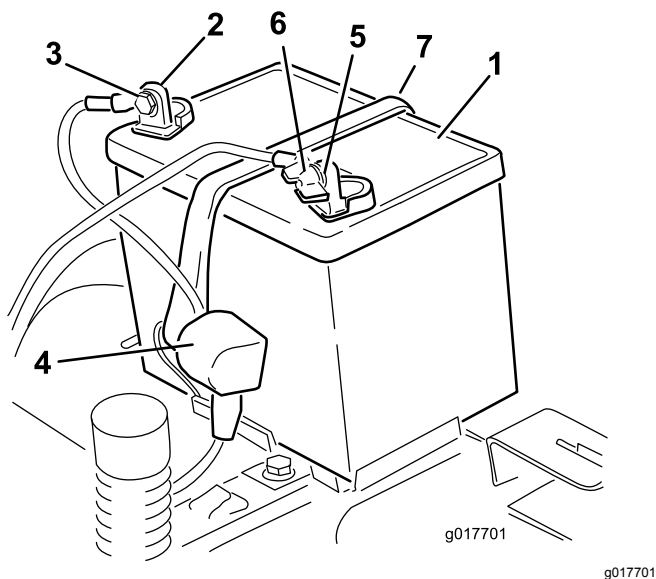

Figura 39
4. Desconecte el cable negativo de tierra (negro) del borne de la batería (Figura 39).
6. Desconecte el cable positivo (rojo) del borne de la batería (Figura 39).
7. Retire la correa de sujeción de la batería (Figura 39) y levante la batería para retirarla de su bandeja.
1. Coloque la batería en la bandeja (Figura 39).
5. Fije la batería con la correa de sujeción (Figura 39).